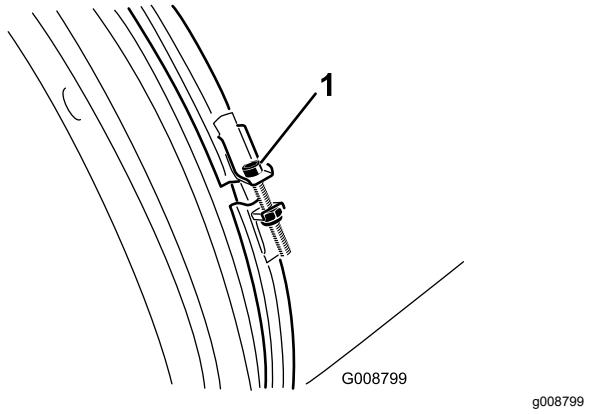

Figure 37
2. Vérifiez si le collier de l'embout du souffleur est usé ou endommagé (Figure 37).
3. Vérifiez chaque jour le serrage du collier de l'embout (Figure 37).